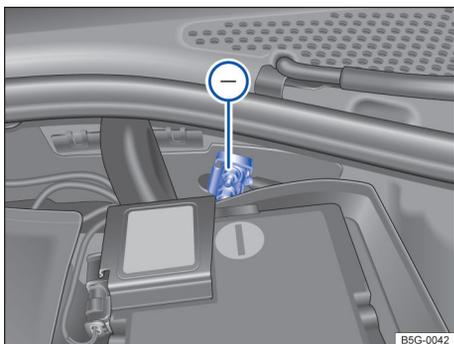

图 197 用于充电器负极连接的接地点
- 将黑色电缆的另一端 ⊗ 连接到无电蓄电池汽车发动机缸体上的螺栓连接金属部件上或发动机舱内的连接点上→图 197，连接点必须尽可能远离无电蓄电池 ⓐ。
在利用外接电源对车辆蓄电池充电时，请勿将充电器的负极接在蓄电池的负极上，必须连接到发动机壳体上或发动机机舱内的接地点处→图 197。